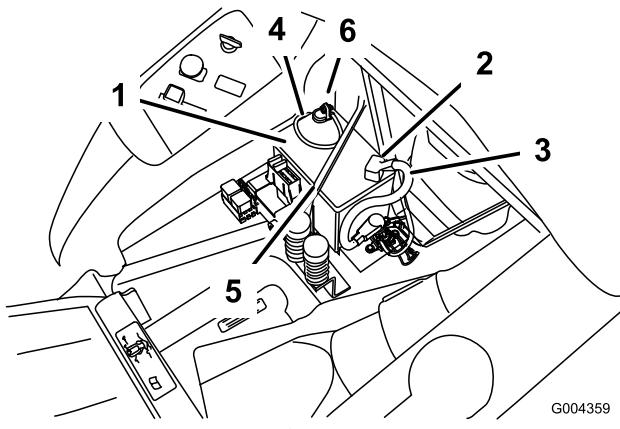

Bild 41
4. Klemmen Sie das Minuskabel (schwarz) vom Batteriepol ab (Bild 41).
5. Schieben Sie die Gummiabdeckung am Pluskabel (rot) nach oben. Klemmen Sie das Pluskabel (Rot) vom Batteriepol ab (Bild 41).
6. Nehmen Sie die Batterieklemme ab (Bild 41) und heben Sie die Batterie aus dem Ständer heraus.
- Stellen Sie die Batterie in ihren Ständer, wobei die Pole vom Armaturenbrett weg weisen müssen (Bild 41).
- Befestigen Sie die Kabel mit zwei Schrauben (1/4 x 3/4 Zoll), Scheiben (1/4 Zoll) und Muttern (1/4 Zoll) (Bild 41).
- Befestigen Sie die Batterie mit der Befestigung (Bild 41).